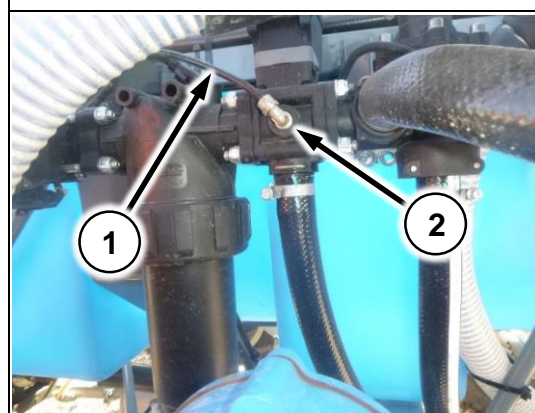

Рис. 58
6. Соедините нейлоновую трубку (Рис. 58/1) от манометра хим. системы с фитингом на гидрораспределителе (Рис. 58/2)